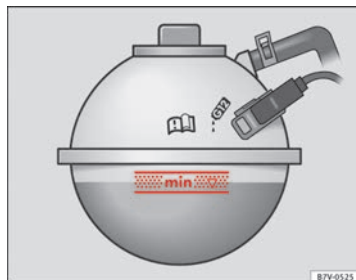

Fig. 173 En el vano motor; Marca en el depósito de expansión del líquido refrigerante.
- Con el motor en frío, verifique el nivel del líquido refrigerante mediante la marca lateral del depósito de expansión ⇒ fig. 173.
- Reponga exclusivamente líquido refrigerante **nuevo** que cumpla con la especificación de SEAT (⇒ página 300) ⇒ ①.
- El nivel del líquido refrigerante debe encontrarse dentro de las marcas grabadas en el depósito de expansión ⇒ fig. 173. **No rebase el borde superior de la zona marcada** ⇒ ①.
- Si en un caso de emergencia no dispone de un líquido refrigerante que cumpla las especificaciones requeridas (⇒ página 300), en ningún caso utilice otro tipo de aditivo. En su lugar, rellene primero únicamente **agua destilada** ⇒ ①. A continuación encargue restablecer la proporción de mezcla correcta con el aditivo prescrito lo antes posible ⇒ página 300. ▶
- Añada líquido refrigerante sólo hasta el borde superior de la zona marcada ⇒ *fig. 173*. De lo contrario, al subir la temperatura el líquido sobrante saldrá por presión del sistema de refrigeración causando deterioros.